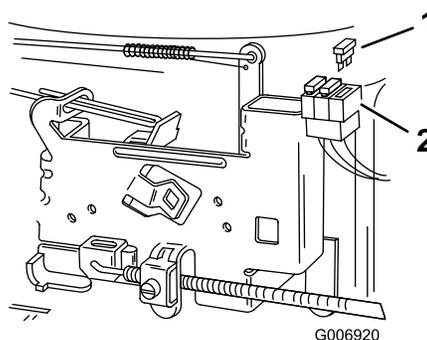

Bild 30
- Ziehen Sie die Sicherung nach oben (Bild 30), um sie aus der Fassung zu entfernen.